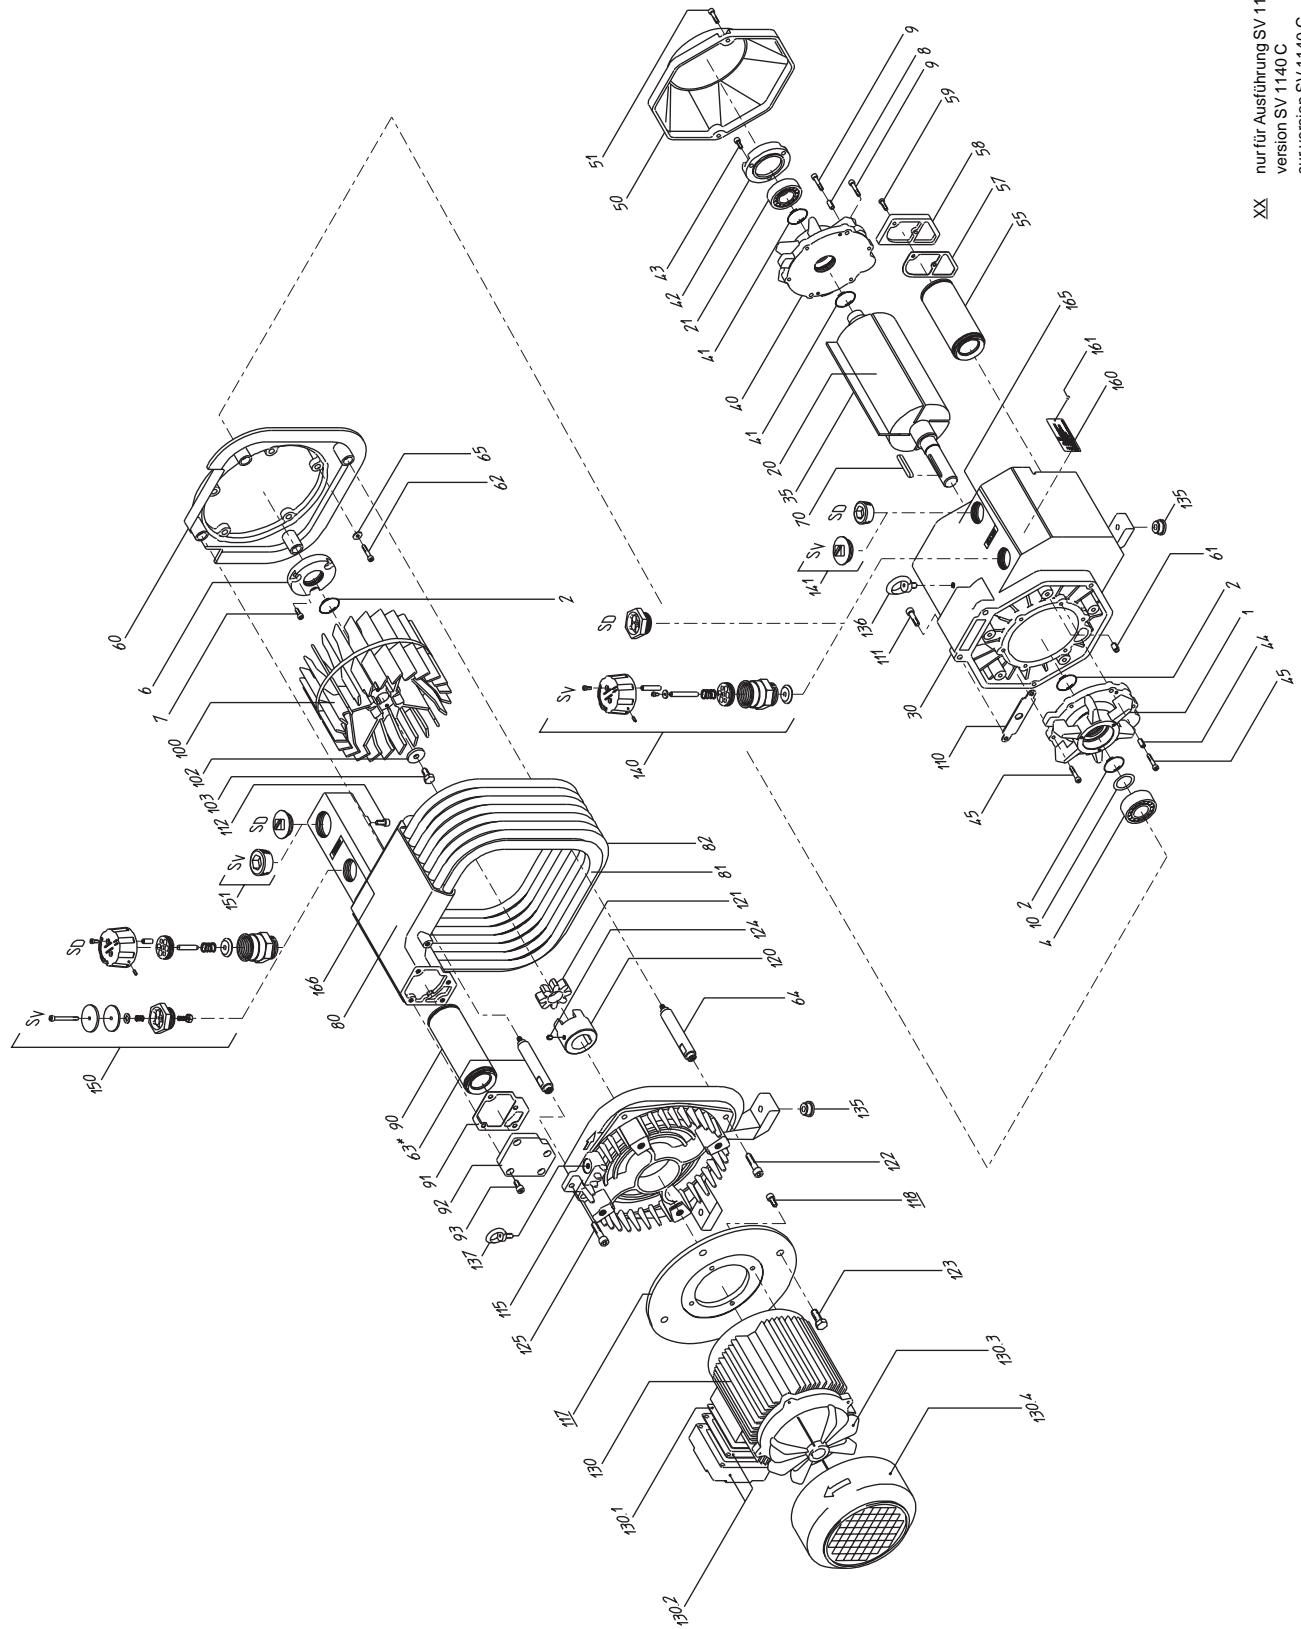

Fig. 7.1
5. Die Breite der Schieber ist nach 2000 Betriebsstunden erstmalig zu überprüfen. Danach muß die Schieberbreite alle 1000 Betriebsstunden überprüft werden. Wenn die Breite der Schieber das Mindestmaß (Fig. 7.1) unterschreitet, müssen die Schieber ersetzt werden. Dazu muß die stirnseitige Abdeckung und der Zylinderdeckel abgeschraubt werden. Die ausgetauschten Filter und Schieber müssen nach den geltenden Umweltvorschriften entsorgt werden.
5. The width of the vanes must first be checked after 2000 working hours. Afterwards the width of the vanes must be checked every 1000 working hours. If the width of the vanes is below the minimum (Fig. 7.1), they must be replaced. Remove the cover and unscrew the cylinder plate. The exchanged filters and vanes should be disposed of according to environmental laws.
5. La largeur des palettes doit être contrôlée, pour la première fois, après 2000 heures de fonctionnement. Les vérifications suivantes sont effectuées toutes les 1000 heures. Si la largeur des palettes est inférieure à la largeur minimale (Fig. 7.1), il faut les changer. Pour effectuer ce contrôle il faut démonter le capot et dévisser le couvercle de cylindre.